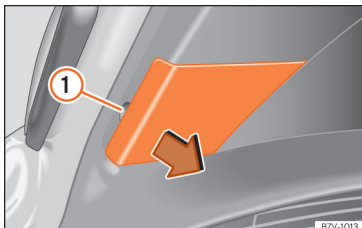

Abb. 68 An der Gepäckraumklappe: Abdeckung abnehmen.
- Mit der flachen Klinge des Schraubendrehers aus dem Bordwerkzeug (» Seite 43) die Abdeckung an der Aussparung » **Abb. 68** ① vorsichtig abhebeln.